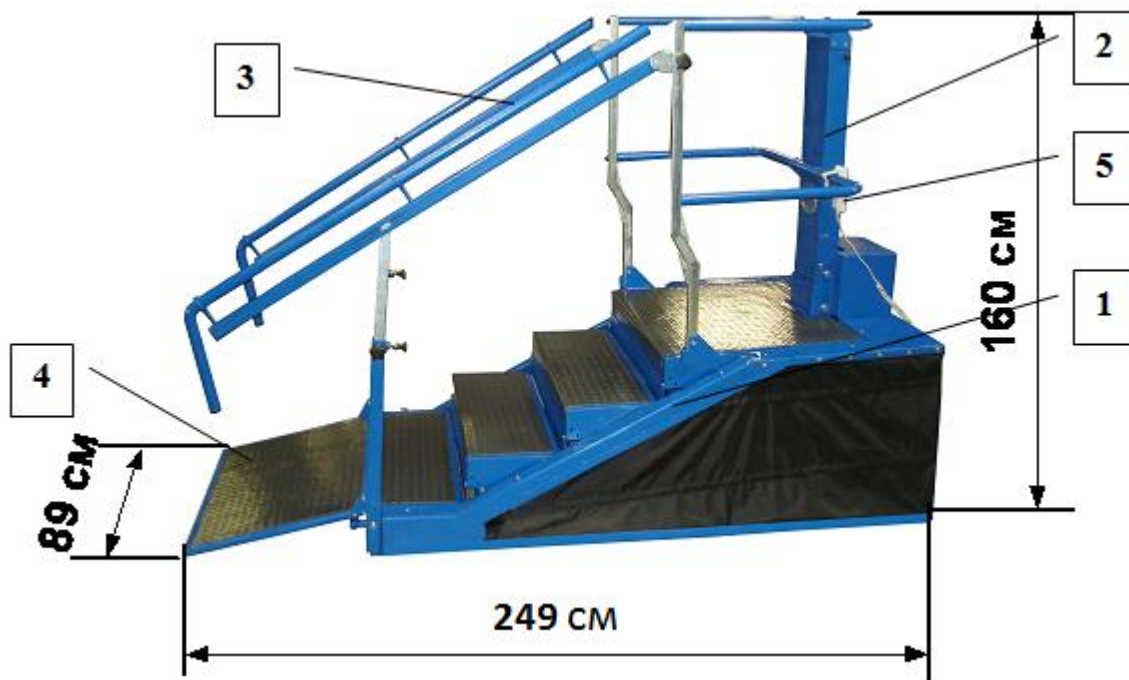

Рисунок 1- Тренажер в поднятом состоянии (вид сбоку)
4.2.1 **опорная рама с подъемным механизмом для 4-х ступеней** (рисунок 1 поз.1) – базовое несущее основание тренажера, на котором размещены передняя стойка с поручнями, лестница с 4 ступеням с изменяемой высотой с помощью электронного блока управления и электрического привода (актуатора), параллельные поручни – брусья и рампа;